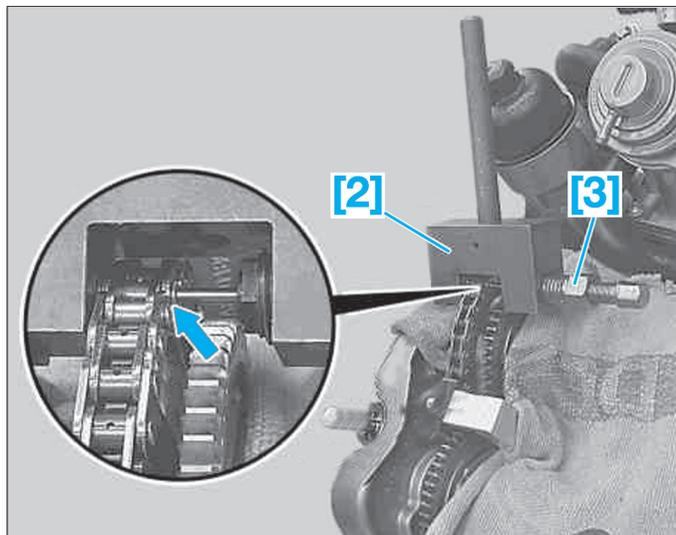

FIG. 21
- [2]. Outil d'ouverture de maillon (ref. 602 589 02 33 00) (Fig.21).
- [3]. Broche d'expulsion (ref. 602 589 05 63 00) (Fig.21).
- Déposer le chapeau de palier d'arbre à cames (4) et monter l'outil [1].
- Assembler l'outil d'ouverture de maillon [2] avec la broche d'expulsion [3] (Fig.21).